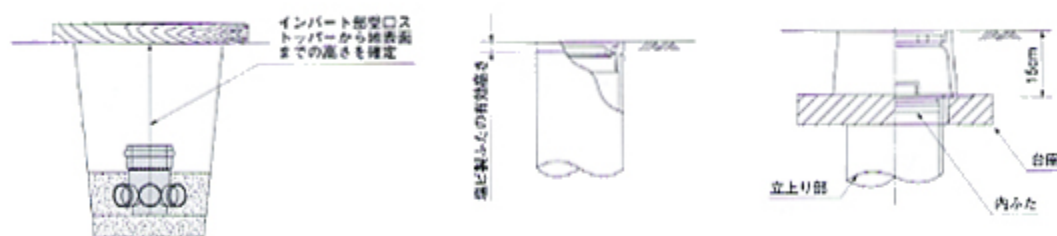

図14-1 立上り部の高さ測定
- 立上り部は、硬質塩化ビニル管を使用します。立上り部は、インパート部受口下部から地表面(または計画地表面)までの高さを測定し、ふたの有効高さ(防護ふた使用時は15cm)を差し引いた長さで切断します。(図14-1)